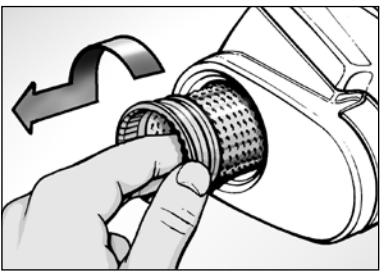

Fig. 8
**Fig. 8** Per smontare la tramoggia, ruotare a motore spento di circa 1/4 di giro in senso antiorario la ghiera dentellata e rimuovere il rullo. **Fig. 9** Successivamente alzare la leva. **Fig. 10** Tirare la tramoggia verso l'esterno, come indicato in figura.